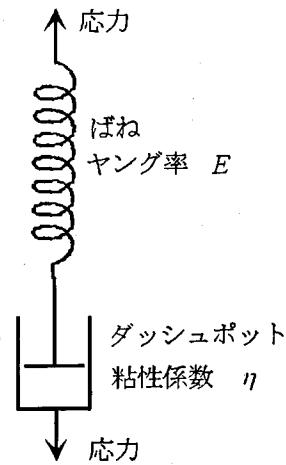

図 4-1
4. 物質の粘弾性的性質を表す模型の1つに、ばねとダッシュポットを直列につないだ Maxwell モデルがある(図 4-1)。Maxwell モデルに周期的な応力が作用するとき、その複素弾性率を、ばねのヤング率 E 、ダッシュポットの粘性係数 η 、周期的応力の振幅 σ_0 、歪 ε 、時間 t 、角速度 ω を用いて導きたい。以下の設問(a), (b)に答えなさい。